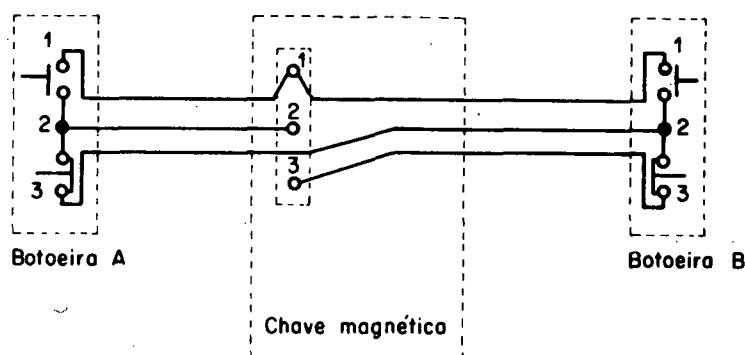

Fig. 2
- b Conecte os condutores de comando da chave e as botoeiras conforme o esquema da chave (fig. 2).